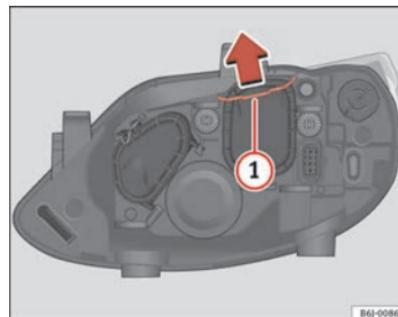

Fig. 133 Feux de croisement
- Déplacez le tirant ⇒ fig. 133 ① dans le sens de la flèche puis retirez le cache.